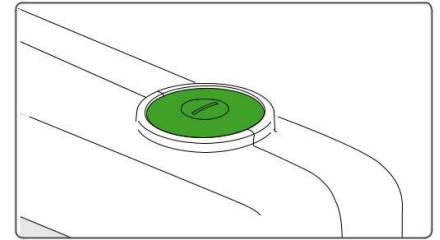

Figura 24. Bottone di accensione "MARCIA/ARRESTO"
1. Premete "MARCIA/ARRESTO" per accendere l'apparecchio. Figura 24.